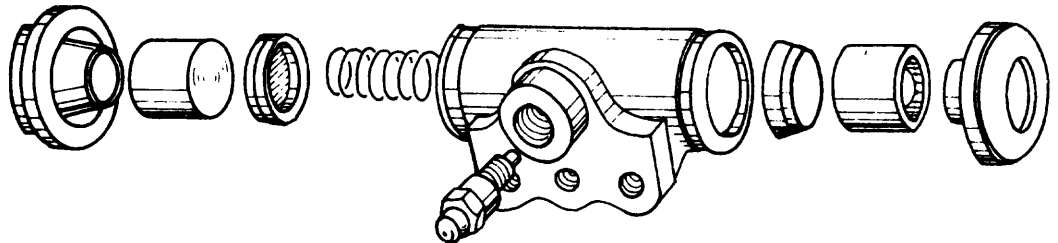

Fig. 5
- b Coloque el resorte, las gomas, pistones y guardapolvos(fig.5).